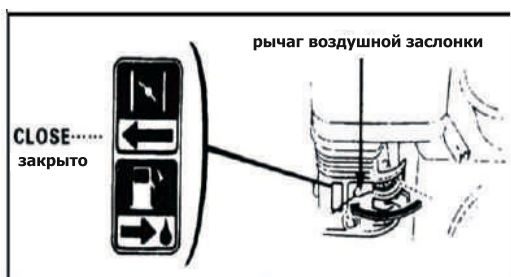

Рис. 13
- Переведите флажок топливного крана в положение "OFF" - закрыто (рис.13).